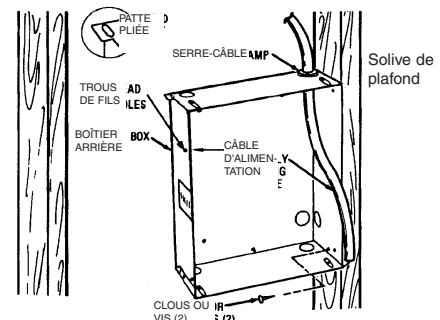

Figure 1
1. Déterminez quel côté du boîtier arrière doit être placé contre un poteau mural, et courbez les pattes aux angles arrière à 90° de façon à ce que le boîtier arrière soit d'équerre avec le poteau après l'installation (Voyez la Figure 1).
3. Positionnez le boîtier arrière contre le côté d'une solive de plafond avec des clous ou des vis comme c'est montré en Figure 1.
REMARQUE : Des avant-trous pour vis de tôlerie de #8 ont été fournis sur les côtés du boîtier arrière. Une fois que la finition de mur aura été posée, enfoncez une vis de tôlerie de #8 (M4) (de longueur recommandée de 1" ou 25 mm) au travers du côté du boîtier qui n'est pas fixé à la solive. Cela empêchera le boîtier arrière d'être extrait au moment de l'installation du radiateur (Voyez la Figure 1).